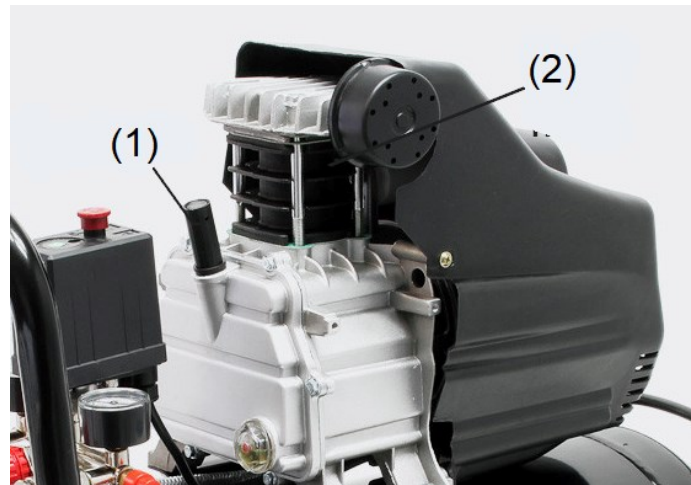

Figure 3
- Tout d'abord, retirez le couvercle et placez le conduit d'air et le filtre à air avant de mettre le compresseur en service (**fig. 3**).